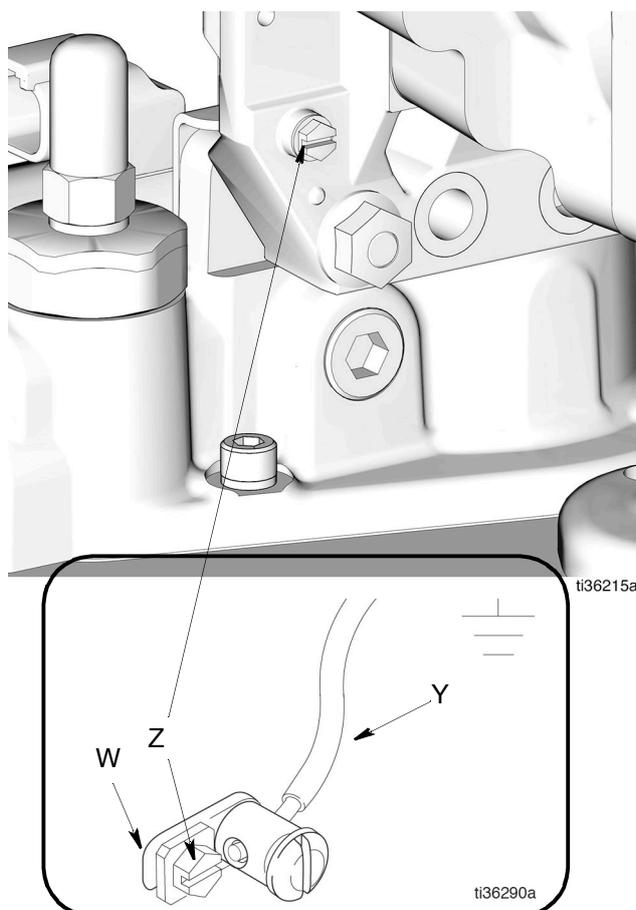

FIG. 1
Raccordement de la pompe à la terre : Retirez la vis de mise à la terre (Z) située au dos du boîtier de vitesses et insérez-la dans l'œillet de la cosse à anneau (W) à l'extrémité du fil de terre (Y). Revissez la vis de mise à la terre (Z) sur la pompe et serrez-la bien. Raccordez l'autre extrémité du fil de terre (Y) à une vraie terre (FIG. 1). Pour commander un fil de terre et un serre-câble, indiquez la référence 222011.